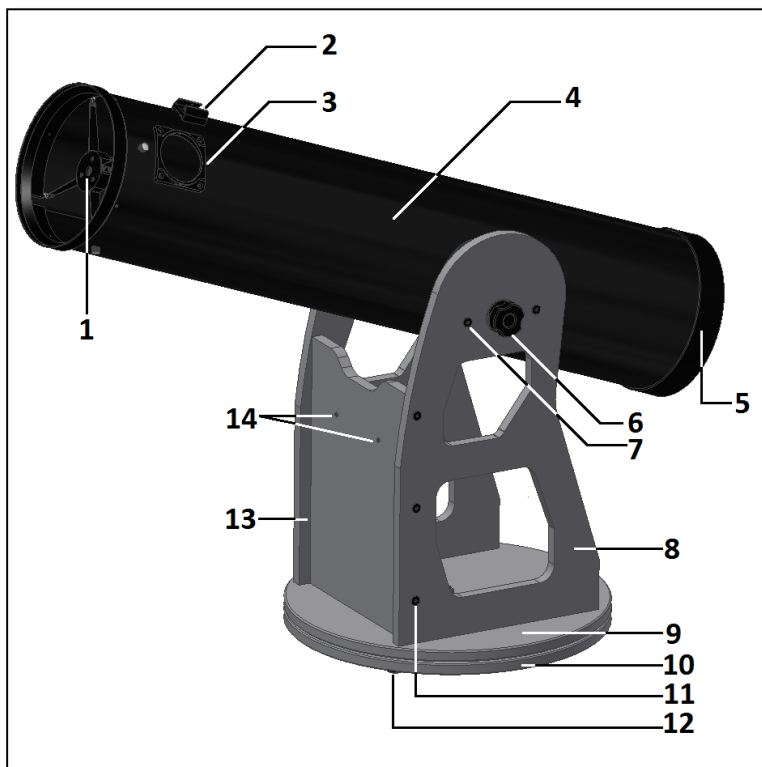
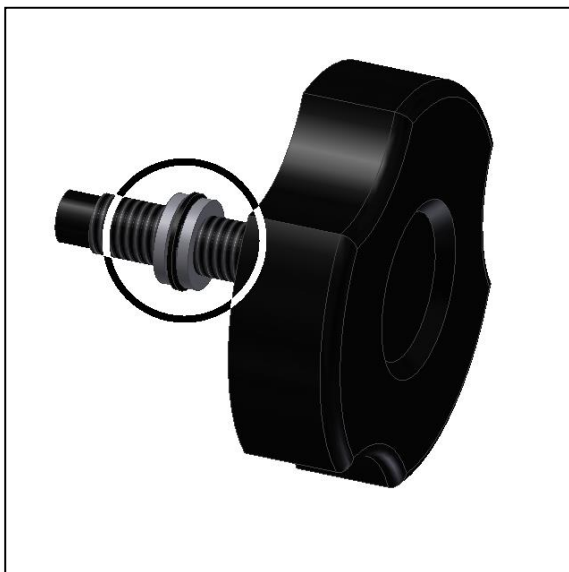

Abb. 1. Beschreibung der Teile
Figure 13.
2. Jetzt geht es los. Das Teleskop wird in zwei Kartons mit den Kennzeichnungen OTA 1/2 und Basis 2/2 geliefert. Die Kartons enthalten den optischen Tubus bzw. die Rockerbox für das Dobson. Öffnen Sie zuerst den kleineren flachen Karton (sollte mit Base 2/2 markiert sein). Entnehmen Sie die Holzplatten, die Werkzeuge und das Zubehör. Legen Sie diese Teile auf eine flache und weiche Unterlage (wir empfehlen Teppichboden, um Kratzer zu vermeiden). **3. Zusammenbau** Bauen Sie zuerst die Seitenteile und die Frontplatte zusammen. Verwenden Sie den mitgelieferten Inbusschlüssel und die Senkkopfschrauben mit Spitze #11 (siehe Abb. 2.) Vergewissern Sie sich, dass die beiden Bohrungen für den Okularträger nach außen zeigen (die zwei weißen Pfeile, siehe Abb. 1). Dies ist wichtig, denn der Okularträger (nicht im Lieferumfang enthalten) kann an diesen beiden Bohrungen befestigt werden. Beginnen Sie mit einem der Seitenteile und fahren Sie dann mit den zweiten Seitenteil fort. Darauf achten, dass die Frontplatte mit der Aussparung nach oben montiert wird, siehe Abb. 1. Nun die obere Grundplatte auflegen, siehe Abb. 3. Sie benötigen nun 6 weitere Senkkopfschrauben, wie die bereits vorher verwendeten. Die Bohrungen in der oberen Grundplatte verfügen über Plansenkungen für die Schraubenköpfe. Die Fläche mit diesen Plansenkungen muss nach außen zeigen. Den mitgelieferten Inbusschlüssel verwenden, siehe Abb. 4. Die Schrauben der bis hierhin montierten Seitenteile sowie der oberen Grundplatte festziehen. Nun die untere Grundplatte auflegen, siehe Abb. 6. Mitgelieferte Schraube, Muttern und Scheiben, sowie die mittlere Welle montieren, siehe Abb. 7. Eine korrekte Positionierung ist sehr wichtig. Führen Sie zuerst das Aluminiumrohr ein (Welle – Teil 4, Abb. 7) - Fortsetzung des Textes auf Seite 5.
Diese Welle richtet beide Grundplatten zueinander aus. Die Schraube (Teil 1, Abb. 7) einführen und hierbei die beiden Unterlegscheiben (Teil 2 und 4, Abb. 7) zwischen Schraube und Platte nicht vergessen. Auf der Gegenseite Scheibe mit Mutter montieren. Mit dem mitgelieferten Maulschlüssel (oben rechts, Abb. 7) festziehen. Hierbei die Schraube mit einem Schraubenschlüssel kontern (um ein Drehen zu verhindern) und die Mutter mit dem anderen Schlüssel anziehen. Vergewissern Sie sich, dass sich die Platten nach dieser Prozedur weiterhin frei drehen lassen, aber gegeneinander nicht wackeln. Die zusammengebaute Rockerbox auf die Gummifüße stellen. Nun die schwarzen Metalllagerzylinder montieren. Diese dienen der Lagerung des optischen Tubus oben auf der Rockerbox des Dobson. Verwenden Sie die 4 Senkschrauben #7, siehe Abb. 9. Verwenden Sie hierzu den mitgelieferten Inbusschlüssel. Achten Sie darauf, dass die Lagerzylinder in das jeweils richtige Seitenteil eingebaut werden. Die zylinderförmigen Teile gehören zu dem rechten Seitenteil, wogegen die T-förmigen Teile (Abb. 11) in das linke Seitenteil eingebaut werden. Nun bitte alle 4 Senkkopfschrauben fest anziehen. Den Tubus in die Rockerbox einsetzen (Abb. 12). Der Tubus sollte sich jetzt frei neigen lassen. **4. Was ist das Gewichtsausgleichssystem und wie wird es verwendet?** Das Ausgleichssystem wird nur dann benötigt, wenn sich der optische Tubus nicht im Gleichgewicht befindet – sich entweder nach vorne oder hinten neigt - und zusätzliche Reibung erforderlich ist. Durch den Einsatz eines schwereren Okulars kann sich das Teleskoprohr nach vorne neigen. Auf der Oberfläche des linken Seitenteils befindet sich auch eine schwarze Metallscheibe (#6 - Abb. 1). Diese Scheibe ist Teil des Gewichtsausgleichssystems des Teleskops. Das Ausgleichssystem beinhaltet die Metallscheibe und den mitgelieferten Handknopf (Abb. 13). Den Knopf gegen die Scheibe #1 – Abb. 10 – schrauben. Bitte darauf achten, dass die Unterlegscheiben vorhanden sind (Abb. 13). Weiter beidrehen, bis die Kunststoffspitze das seitliche Lager des Teleskops berührt (Abb. 14). Die Kunststoffspitze prüfen, siehe Abb. 14. Die Kunststoffspitze des Knopfes sollte das seitliche Kunststofflager des Teleskops berühren. Die Kunststoffspitze sollte sich im Einstich des Teleskoplagers befinden, siehe Abb. 14 - unten. Das linke Seitenteil des Teleskops wurde bereits früher eingestellt, jedoch kann eine weitere Einstellung erforderlich sein. **4.1. Wie wird die Reibung eingestellt?** Die beiden Kreuzschlitzschrauben zur Befestigung der Scheibe lösen (nicht herausrauben) – Abb. 15. Hierzu den mitgelieferten Schraubenzieher verwenden. Die Scheibe kann nun nach oben oder unten verstellt werden, so dass die Spitze des Knopfes genau positioniert werden kann, siehe Abb. 14.
Das Sucherfernrohr wird von einer münzenförmigen Batterie CR2032 (im Lieferumfang enthalten) mit Strom versorgt. Ein Kunststoffstreifen zwischen Batterie und Batteriekontakt schützt die Batterie. Halten Sie das Sucherfernrohr mit einer Hand und ziehen Sie kräftig an der Kunststoffflasche, um den Kunststoffstreifen zu entfernen (Abb. 2). Der Kunststoffstreifen muss komplett entfernt und entsorgt werden. Stromversorgung einschalten, dafür das Potentiometer in Stellung EIN drehen, siehe Abb. 3 (hörbares Klick-Geräusch beim Einschalten), drehen Sie das Potentiometer weiter auf maximale Leistung. Nach dem Einschalten leuchtet der rote Punkt am Rot-Punkt-Gehäuse (#1 - Abb. 1, Abb. 4 und Abb. 5). Ein kleiner roter Punkt wird in das optische Fenster projiziert (#3 – Abb. 1). Bei korrekter Ausrichtung zum Teleskop ermöglicht dieser rote Punkt ein exaktes Anvisieren des Objekts. Zur präzisen Ausrichtung des Sucherfernrohrs zum Teleskop müssen beide Einstellknöpfe für Höheneinstellung und Azimuth (#8 und #4 Abb. 1) verstellt werden (Abb. 6 und Abb. 7) - eine detaillierte Anleitung zum Einstellen finden Sie auf Seite 3. Zum Ausschalten des Sucherfernrohrs einfach des Potentiometer entgegen dem Uhrzeigersinn drehen, bis Sie ein Klick-Geräusch hören - der rote Punkt wird schwächer, bis er ganz erlischt (Abb. 8). Den Halter für das Sucherfernrohr in den Sucherschuh einsetzen. Zum Ausrichten des Sucherfernrohrs ein Okular mit geringer Vergrößerung einsetzen.